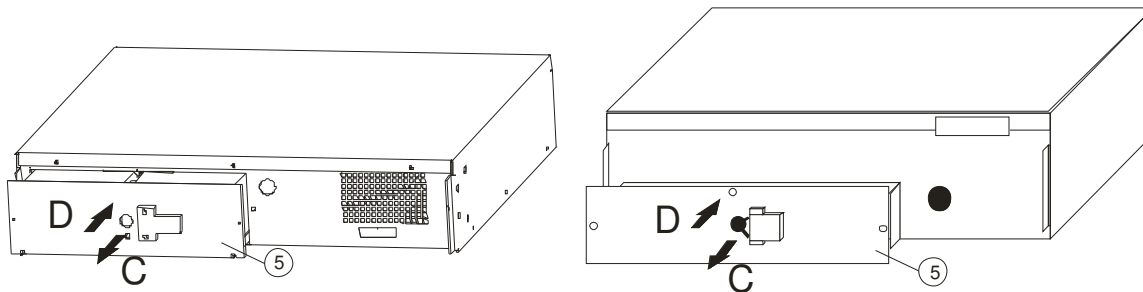

Fig. 3
- 6) estrarre il cassetto batterie tirandolo verso l'esterno **C - fig. 3**.
- 7) Inserire il cassetto batterie di ricambio nella sua sede spingendolo a fondo **D - fig. 3**.